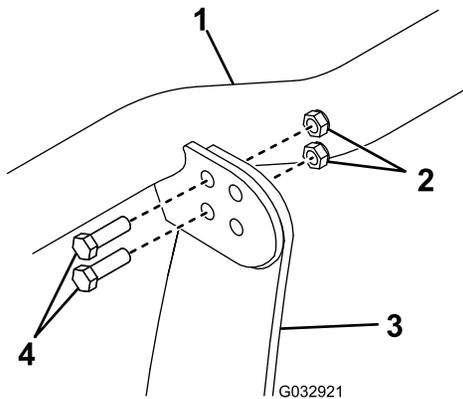

Figure 11
1. Fixez la barre d'éclairage au sommet de la tour d'accouplement en insérant dans les trous arrière 4 boulons ($\frac{3}{8} \times 1\frac{1}{4}$ po) et écrous autofreinés ($\frac{3}{8}$ po) (Figure 11). Serrez les boulons à 31 N·m (23 pi-lb).